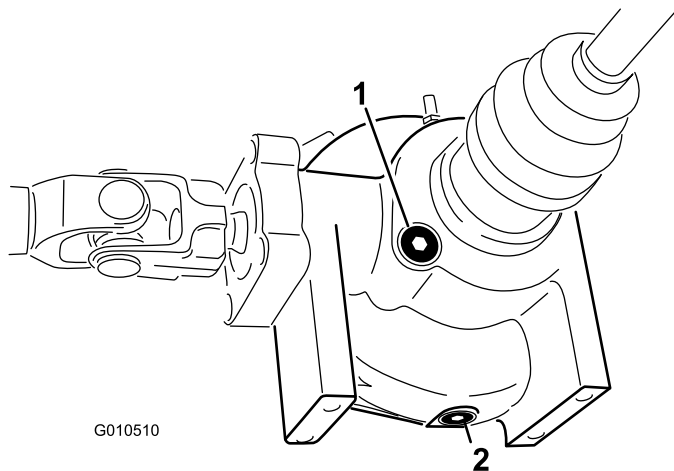

図 22
2. デファレンシャルの側面についている補給・点検プラグの周囲をきれいに拭く (図 22)。